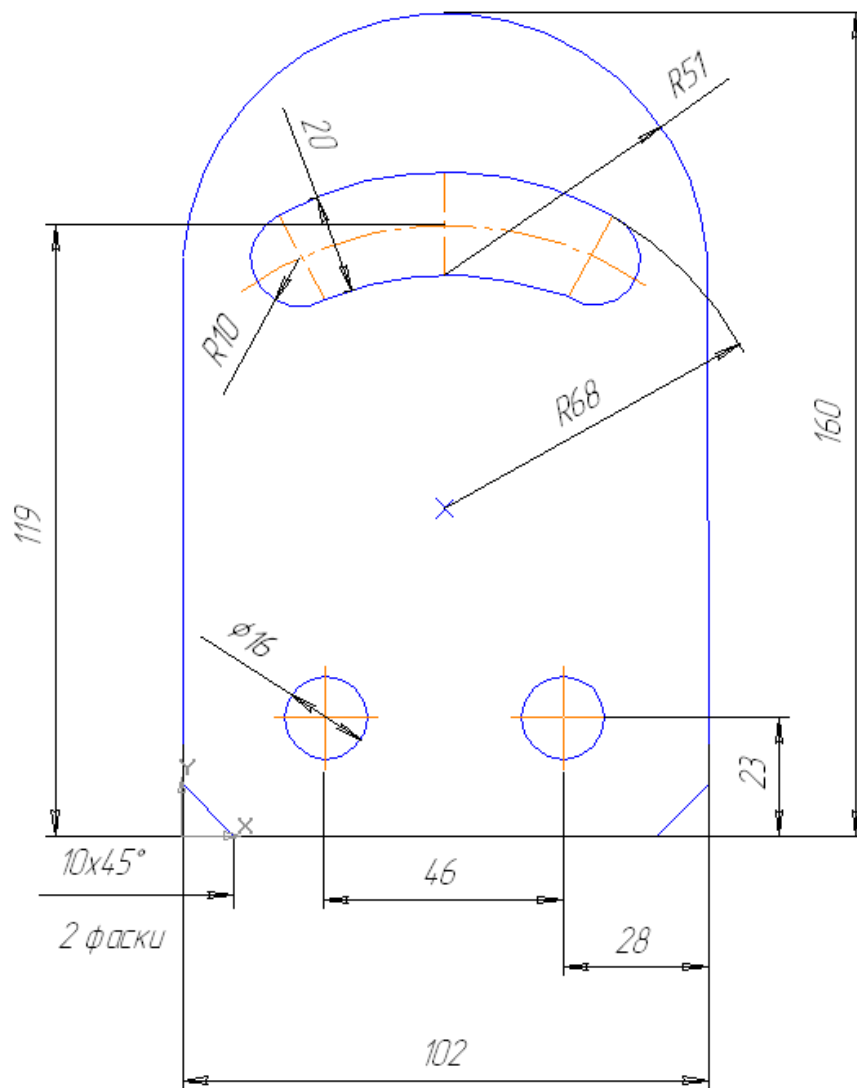

Рис. 27 – Завдання
4. Створення складного об'єкта на рис.27.